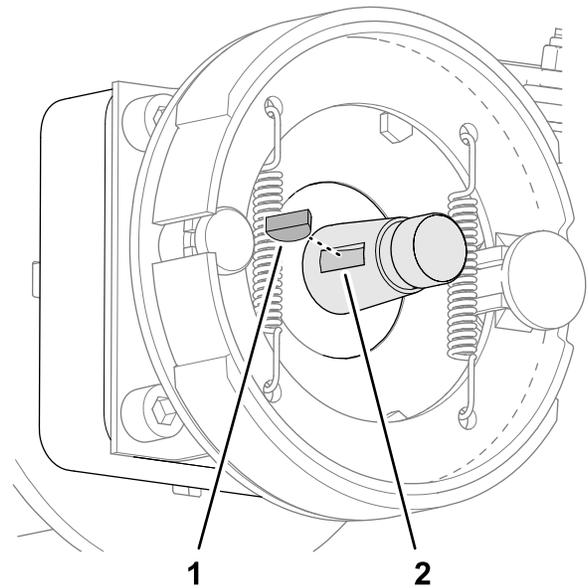

Figura 85
2. Inserte la chaveta semicircular en la ranura del eje del motor de rueda (Figura 85).